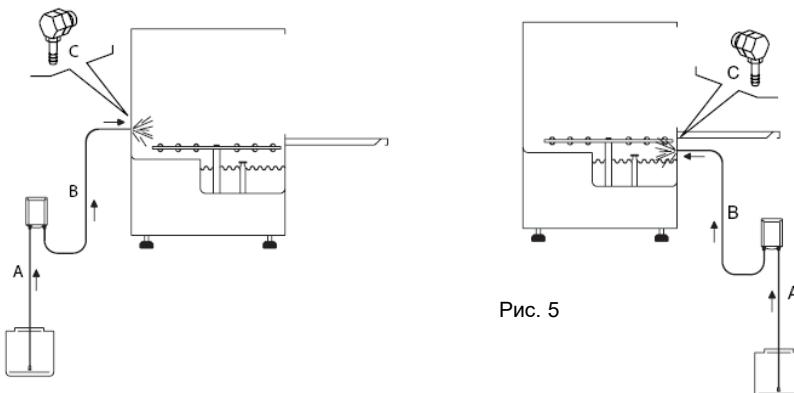

Рис. 5
- Правильно установите инжектор (C), используя соответствующую прокладку.
- Подсоедините трубку забора ополаскивателя к соответствующему штуцеру дозатора (см. рис. 5, А).
- К другому штуцеру дозатора подсоедините трубку подачи ополаскивателя; второй конец трубы подсоедините к штуцеру подачи ополаскивателя. Соедините трубкой (B) нагнетательный штуцер дозатора и штуцер инжектора (см. рис. 5, В).